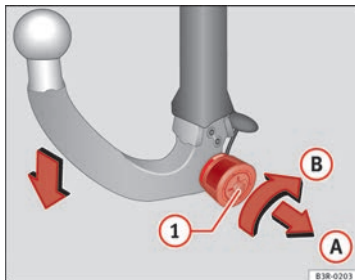
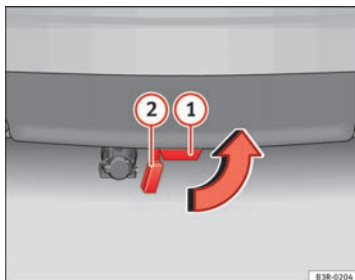

Abb. 173 Abnehmbare Anhängervorrichtung: Kugelstange abbauen
Abb. 174 Hinterer Stoßfänger: Verschlussdeckel einsetzen
- Stecken Sie den Schlüssel in das Schloss ① ⇒ Abb. 173 am Handrad.
- Halten Sie die Kugelstange fest und ziehen Sie das Handrad in Pfeilrichtung ① heraus.
- Drehen Sie das Handrad in gezogener Position bis zum Anschlag in Pfeilrichtung ②.
- Ziehen Sie die Kugelstange nach unten aus dem Aufnahmeschacht ① ⇒ Abb. 174 heraus. Dabei wird der Aufnahmeschacht durch die Verschlussklappe ② automatisch verschlossen.